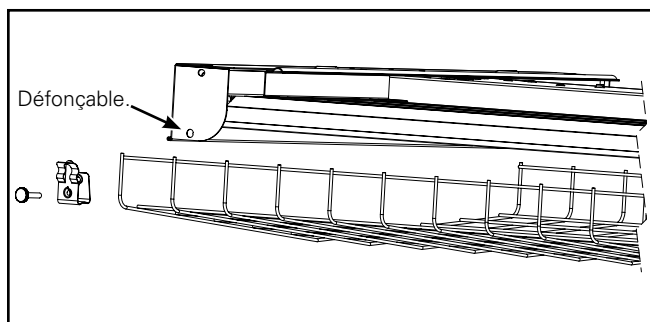

Figure 1.
1. Trous prépercés défonçables (4 au total) (Figure 1.).